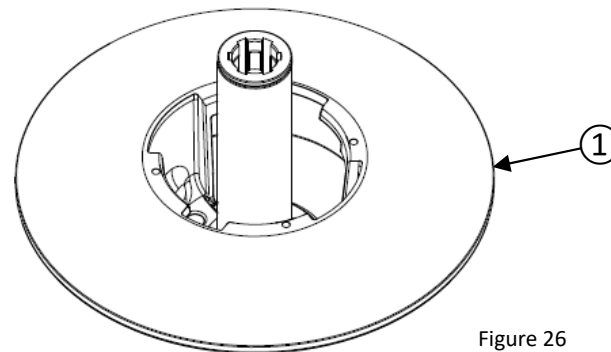

Figure 26
L'arbre ne peut pas être démonté du flasque fixe ① (figure 26).